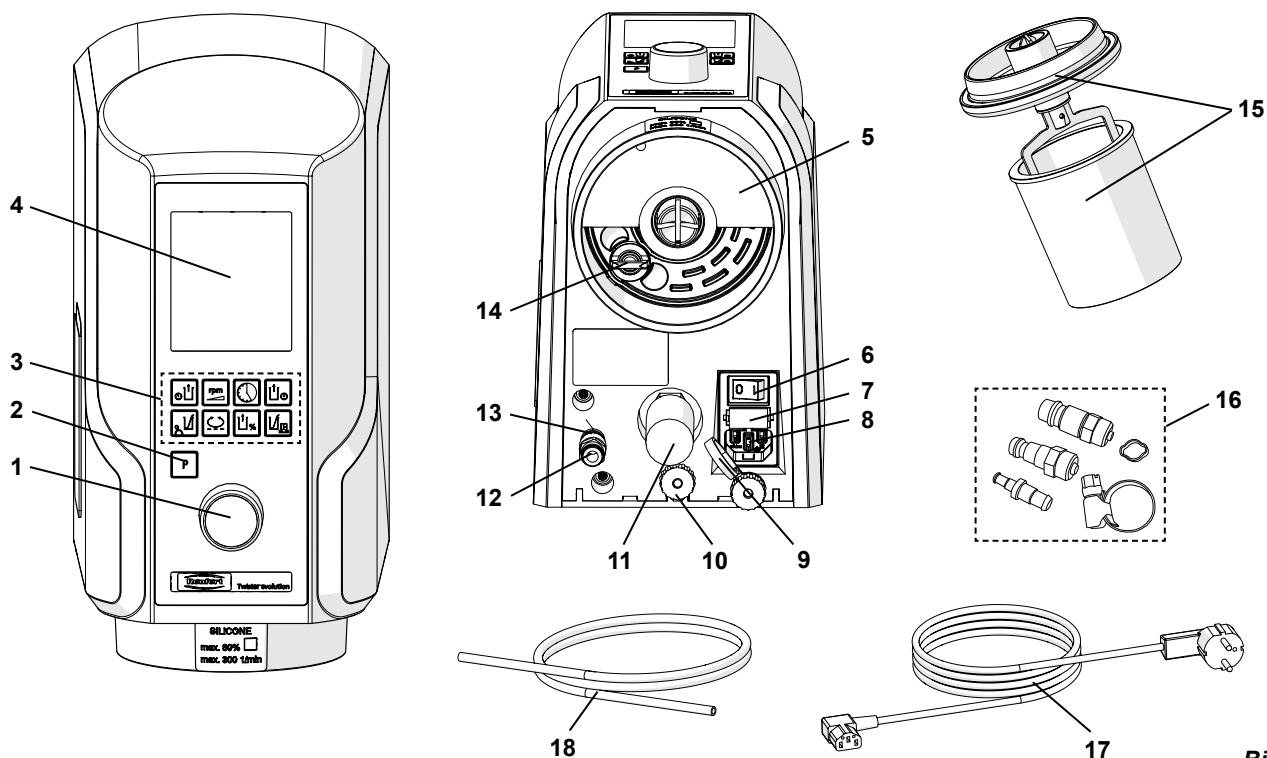

Bild 1
- ⇒ För in tryckluftsslagen (18) i slanganslutningen på tryckluftsanslutningen (12) så långt det går. Ett litet motstånd måste övervinnas märkbart.
- ⇒ Välj vid anslutning av tryckluftsnätet en lämplig slangkoppling från den bifogade satsen (16, bild 1) och fäst den på slangens ände.